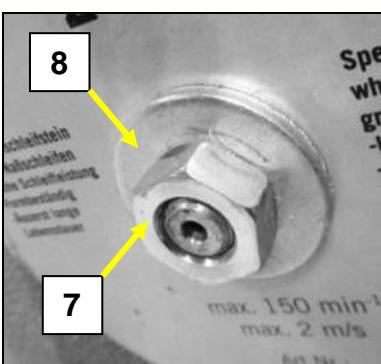
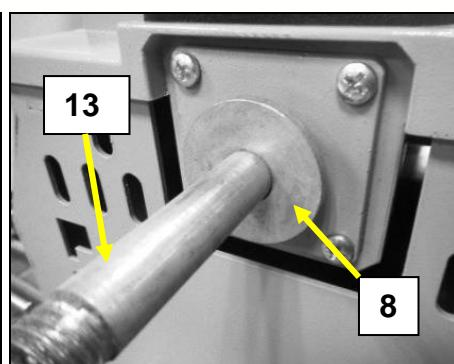

Fig 27
Fig 28
- Maintenez fermement la meule d'une main et dévissez l'écrou de blocage (7) dans le sens inverse des aiguilles d'une montre (Fig 27).
- Otez la rondelle/flasque (8) puis la meule.
- Veillez à ce que la 2ème rondelle (8) soit bien positionnée sur l'axe (13) (Fig 28) et placez la nouvelle meule.
- Replacez la rondelle (8) et serrez l'écrou de blocage (7) dans le sens des aiguilles d'une montre.